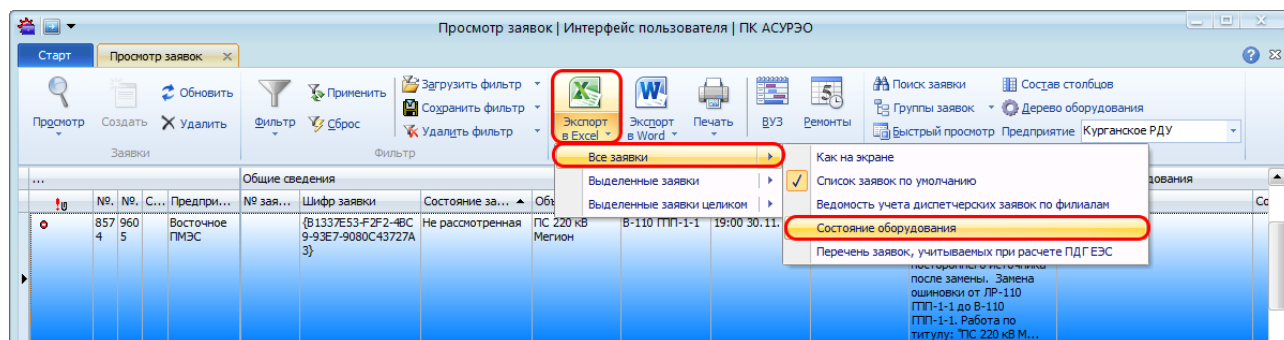

Рисунок 9.102 – Формирование отчета по времени изменения состояния оборудования
- все заявки. Для этого на панели инструментов необходимо нажать на кнопку « Экспорт в Excel» и в раскрывающемся списке выбрать пункт «Все заявки» -> «Состояние оборудования» (Рисунок 9.102);